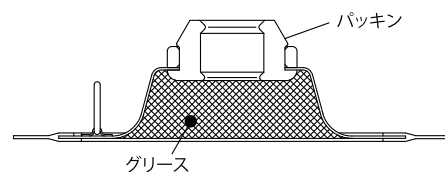

Fig. 2
- ・ご購入後、はじめてフォロープレートを使用するときは、あらかじめプレートの裏側のへこみ部分にグリースを詰めておく作業が早く簡単です。(Fig. 2)